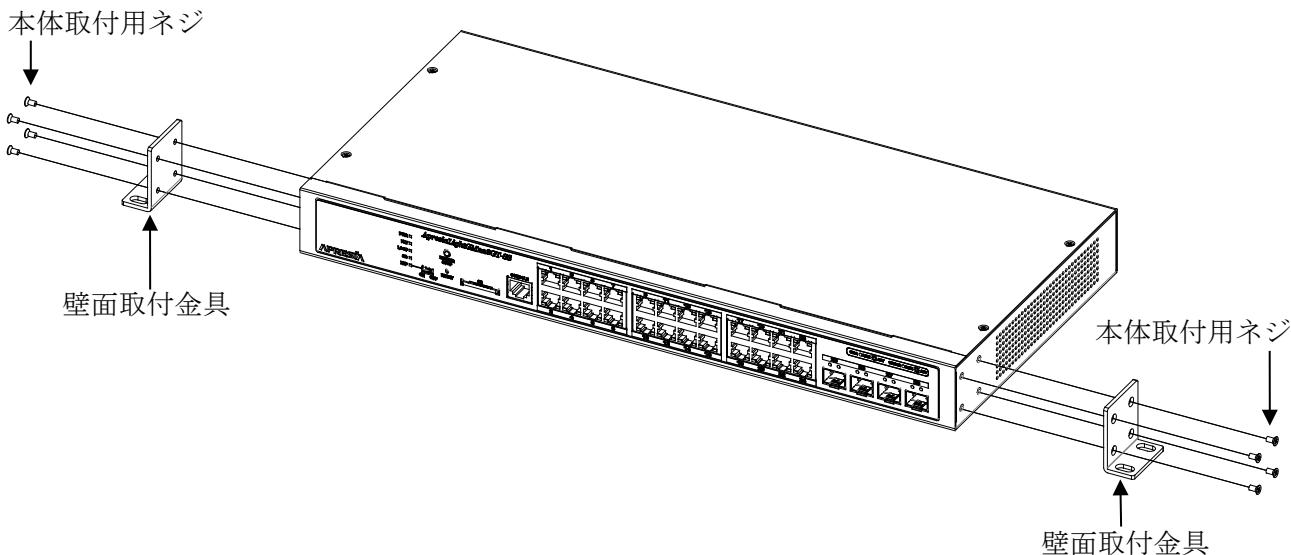

図 3-26 壁面取付金具の取り付け方法
- (2) AC 電源コードを輪部に通し AC インレットに差し込んだ後に、輪部を根本までスライドさせ取り付けてください。(図 3-26 参照)